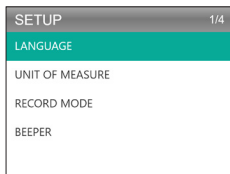

Figure 8.1.2
1. Sélectionnez Paramètres et appuyez sur [OK] pour afficher le sous-menu. (Voir la figure 8.1.2)